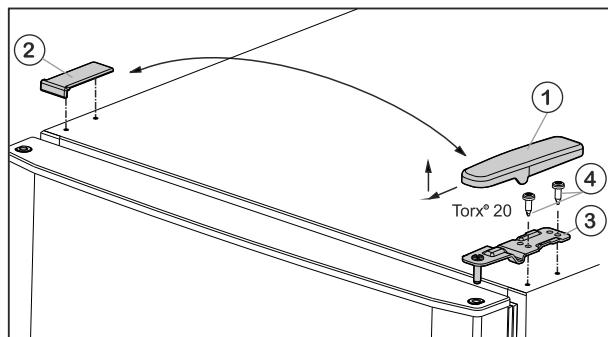

Fig. 5
- ▶ Изтеглете покритието Fig. 5 (1) напред и нагоре.
- ▶ Свалете покритието Fig. 5 (2).
- ▶ Развийте горната лагерна стойка Fig. 5 (3) с (2 x Torx® 20) Fig. 5 (4) и издърпайте нагоре.
- ▶ Поставете горната врата върху лагерната опора в средата (13).
- ▶ Поставете горната лагерна опора Fig. 5 (3) върху новата страна на шарнира във вратата.
- ▶ Затегнете горната лагерна опора **здраво** (**с 4 Nm**) (2 x Torx® 20) Fig. 5 (4). Евентуално използвайте акумулаторна отвертка.
- ▶ Поставете капака Fig. 5 (1) от срещуположната страна отвън и го фиксирайте.
- ▶ Поставете капака Fig. 5 (2) също от срещуположната страна отгоре и го фиксирайте.